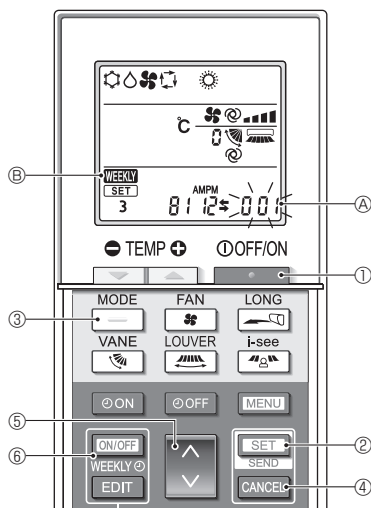

Fig. 5-12
#### 5.10.8. Cómo desactivar el funcionamiento en modo Auto (Fig. 5-12)
1. Pulse el botón **STOP** ① para detener el acondicionador de aire.
2. Si el temporizador semanal está activado, pulse el botón **ON/OFF** ⑧ para desactivarlo. (**WEEKLY** ⓑ desaparece).
3. Pulse el botón **SET** ② durante 5 segundos.
5. Pulse el botón **UP** ④.
7. Completar los ajustes (Fig. 5-12)
8. Pulse el botón **SET** ② durante 5 segundos.